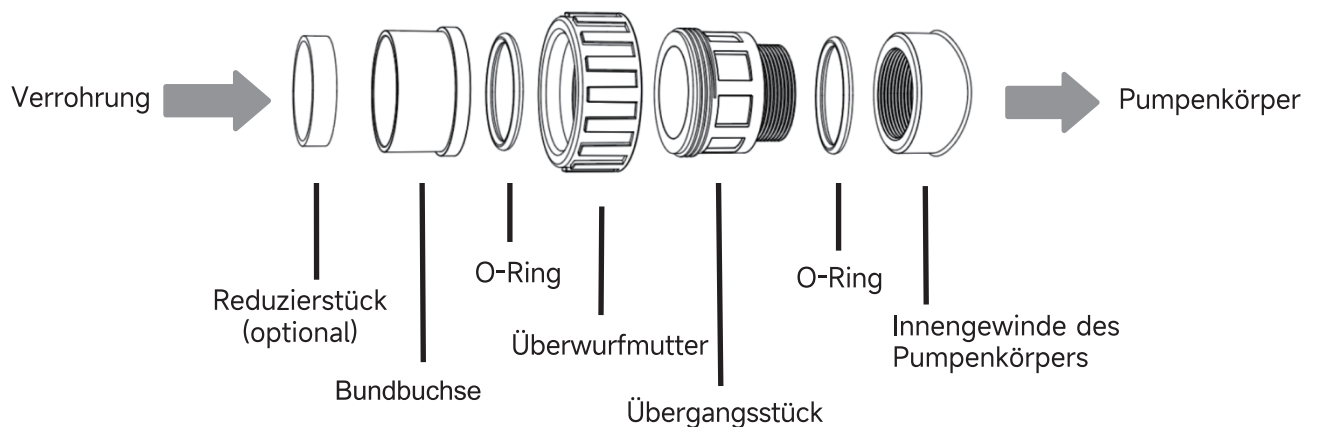

Abbildung 3 - Verschraubung
- 3) Verwenden Sie den vom Pumpenhersteller gelieferten Verschraubungen (siehe Abbildung 3)